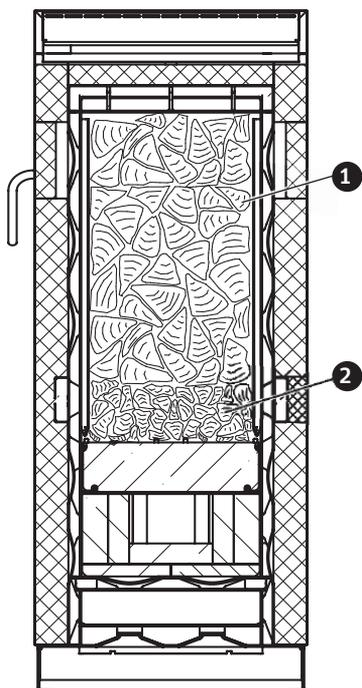
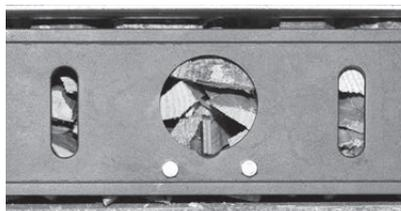

Fig. 46 Vue en coupe du foyer
Fig. 45 Bûches correctement placées devant l'ouverture d'allumage
► Placer d'abord de petites **bûches**, puis de plus grandes, et remplir le foyer en fonction des besoins – Fig. 46. Avant de fermer la porte d'allumage, contrôler que le bois se trouve directement devant l'ouverture d'allumage – Fig. 45.